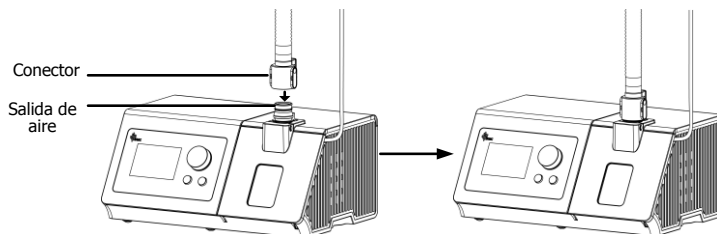

Fig. 11-11
(1) **Conecta el tubo:** Conecte el conector del tubo a la salida de aire del dispositivo y bloquee, y los pasos específicos se muestran en la Fig. 11-11.